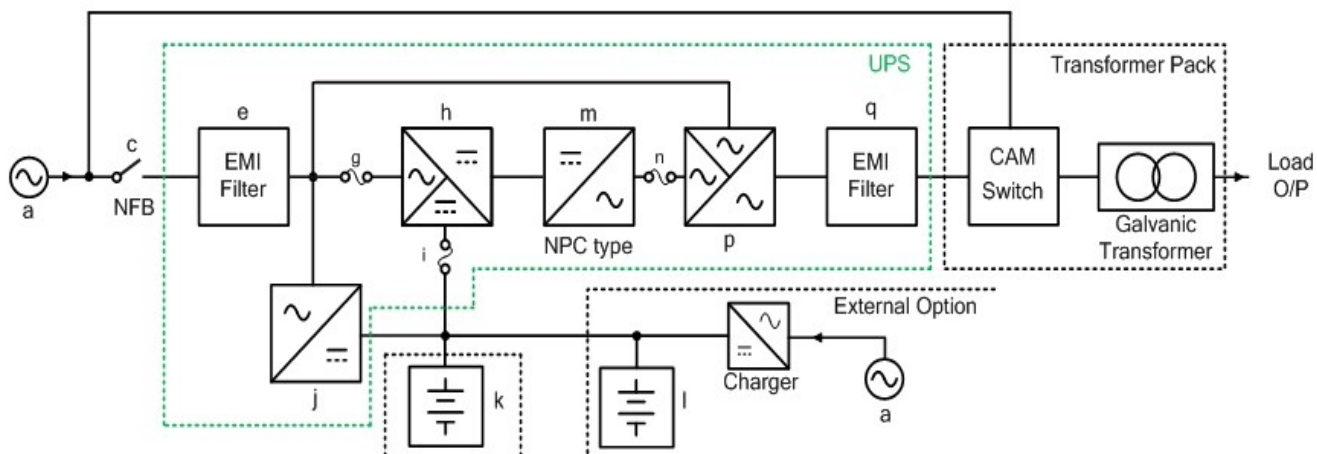

Рис. 1 Блок-схема ИБП серии Monolith D
**Примечание:** на рис.1 зеленой пунктирной линией выделен состав ИБП при штатной поставке; черной пунктирной линией выделено опциональное (дополнительное) оборудование.